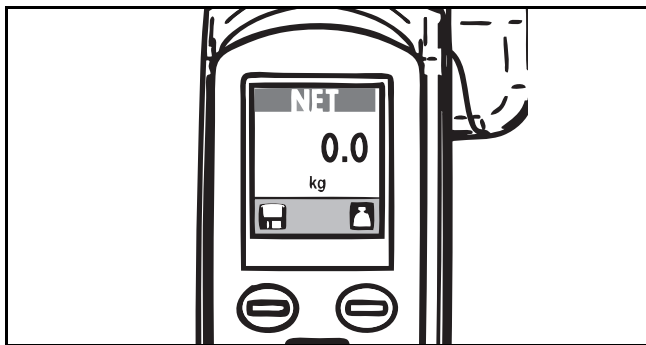

Fig. 63
- 3) Pulse el botón de la báscula para ponerla a cero. Seguidamente, la pantalla mostrará un peso nulo (véase la Fig. 63).